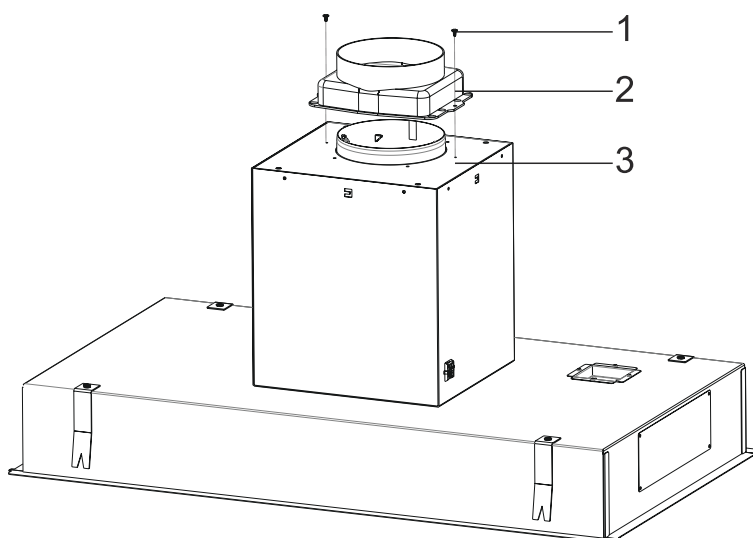

Fig. 12
**1.** ➔ Montera Ø150mm utsugsadapter med returspjäll på motorkabinettet med 2 x 3,5x9,5 skruvar (Fig. 12).